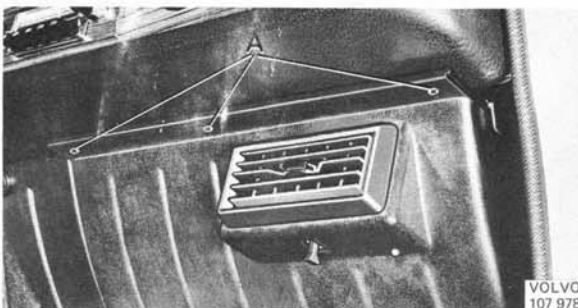

Abb. 85 Ausbau des Klimaaggregates, früh. Ausf.
9. Kreuzschlitzschrauben (A, Abb. 85) lösen und das Klimaaggregat auf dem Fahrzeugboden ablegen.